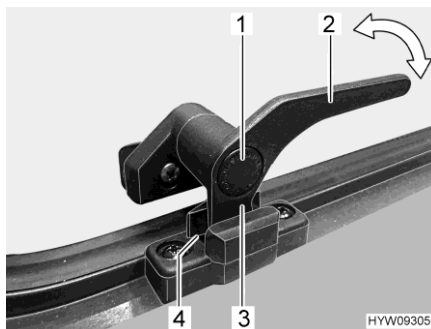

Fig. 62 Levier de verrouillage (position "Aération permanente")
- En position "Aération permanente" (Fig. 62)
- Enfoncer le bouton de sécurité (Fig. 62,1) et le maintenir enfoncé.
- Tourner le levier de verrouillage (Fig. 62,3) d'un quart de tour vers le centre de la fenêtre.
- Remettre le levier de verrouillage en position initiale. Le tenon de verrouillage (Fig. 62,3) du levier de verrouillage doit pénétrer alors dans le logement prévu à cet effet dans le verrouillage de fenêtre (Fig. 62,4).
- Relâcher le bouton de sécurité (Fig. 62,1).